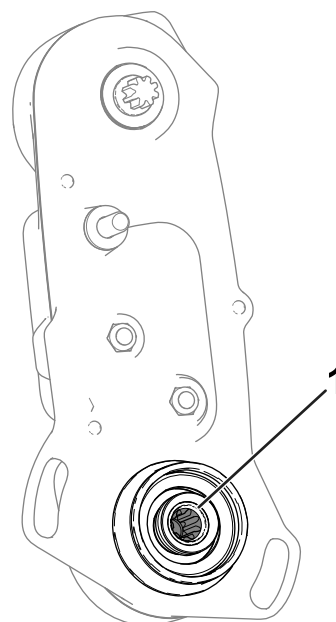

Bild 13
3. Überprüfen Sie die Innenseite der Spindel-Antriebswelle überschüssiges Fett (**Bild 13**).